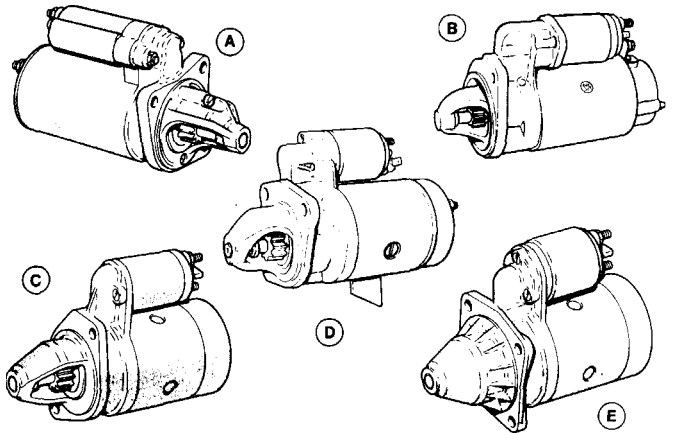
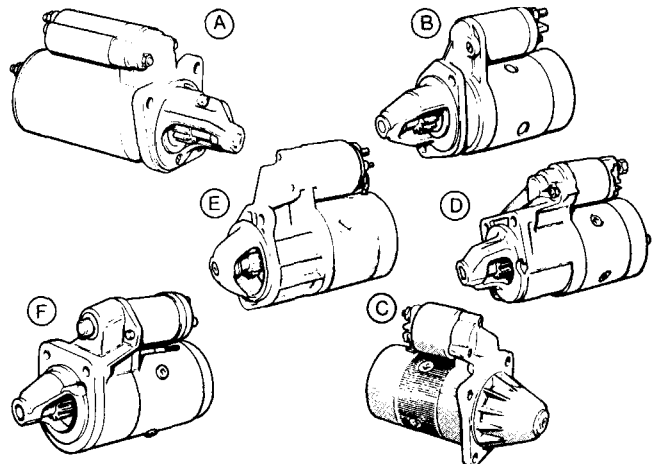

Рис. 10.12. Типы стартеров. А - LUCAS 5M90. В - LUCAS 2M100. С - BOSCH EF 0,85 кВт. D - BOSCH JF 2 кВт. Е - BOSCH GF 1,1 кВт.
Рис. 10.13. Типы стартеров. А - LUCAS M35J. В - BOSCH с длинной рамкой. С - CAJAVEC. D - NIPPONDENSO. Е - BOSCH с короткой рамкой. F - LUCAS 9M90.
1. На моделях GRANADA выпуска до 1982 г., описанных в этой инструкции, устанавливаются стартеры фирм: LUCAS (5M90 и 2M100) или BOSCH (EF - 0,85 кВт., GF - 1,1 кВт. и JF 2 кВт.) (см. рис. 10.12). С 1982 г. также устанавливаются стартеры фирм: LUCAS (M35J и 9M90), BOSCH с короткой рамкой (0,8 кВт., 0,85 кВт. и 1,1 кВт.) и с длинной рамкой (0,8 кВт.), CAJAVEC (0,85 кВт.) и NIPPONDENSO (0,6 кВт. и 0,8 кВт.) (см. рис. 10.13).